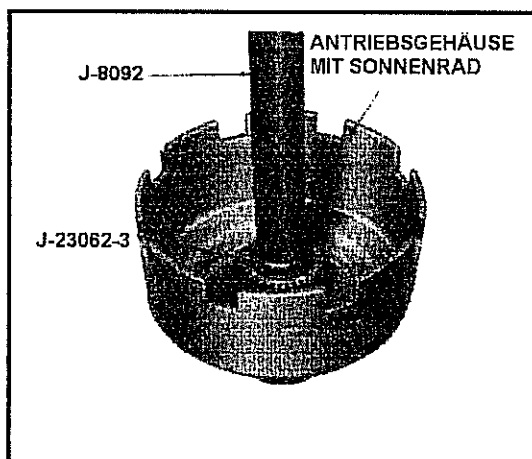

Abb. 10-181 Montage der Buchse am Sonnenrad im Antriebsgehäuse
- Wird der Ersatz der Buchsen am Sonnenrad erforderlich, so ist wie folgt vorzugehen. Siehe Abb. 10-181.